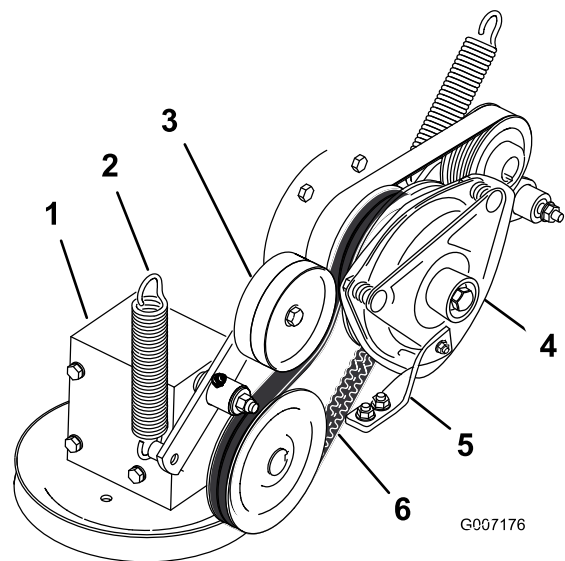

**Figura 92**
3. Desaperte os manípulos do painel frontal do motor e retire o painel (Figura 92).